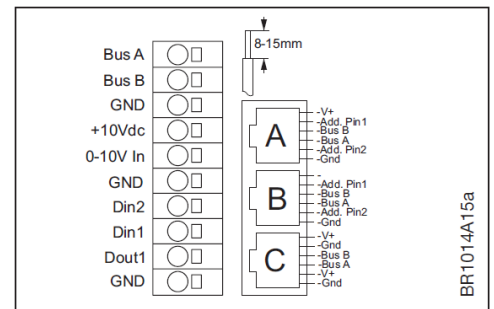

Fig. 3-15: Inkopplingar/anslutningar
- A/D styrledningar ska anslutas till klämmlisten som visas i fig. 3-15.